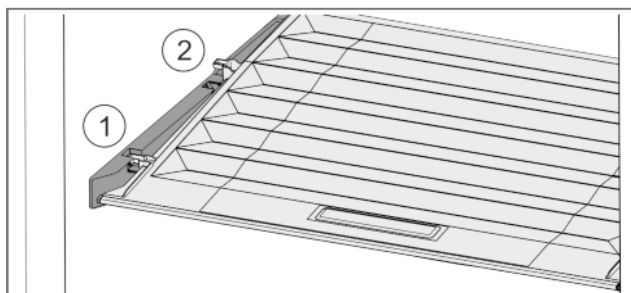

Fig. 27
- Tirer le couvercle vers l'avant jusqu'à l'orifice des pièces de retenue Fig. 27 (1).
- Le soulever par le bas à l'arrière et le sortir par le haut Fig. 27 (2).